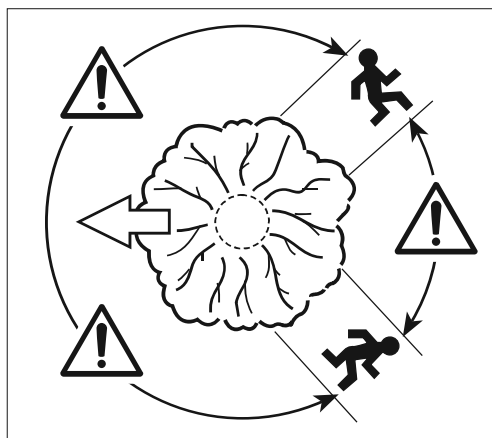

Fig. 25
3. Deve existir um percurso de emergência planeado e desimpedido conforme necessário, antes de ser iniciado qualquer corte. O percurso de emergência deve prolongar-se para a traseira e na diagonal para trás da linha de queda esperada (Fig. 25).